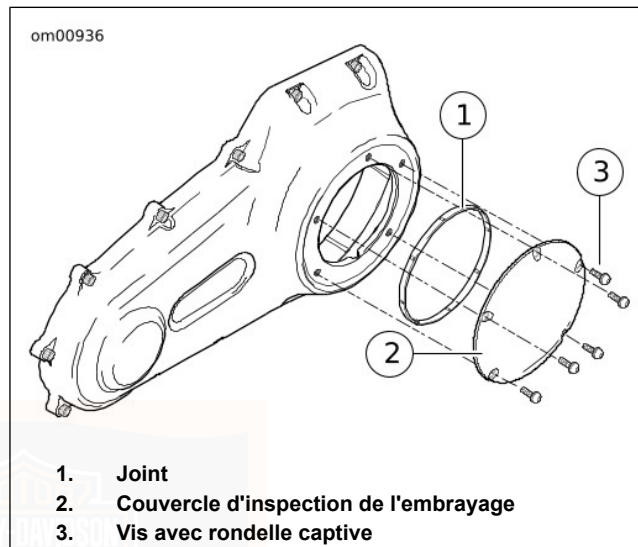

Figure 41. Couvercle d'embrayage
2. Voir Figure 41. À l'aide d'un embout T27 TORX, retirer les cinq vis (avec les rondelles captives) (3) pour enlever le couvercle d'inspection de l'embrayage (2) du couvercle du carter de chaîne primaire.